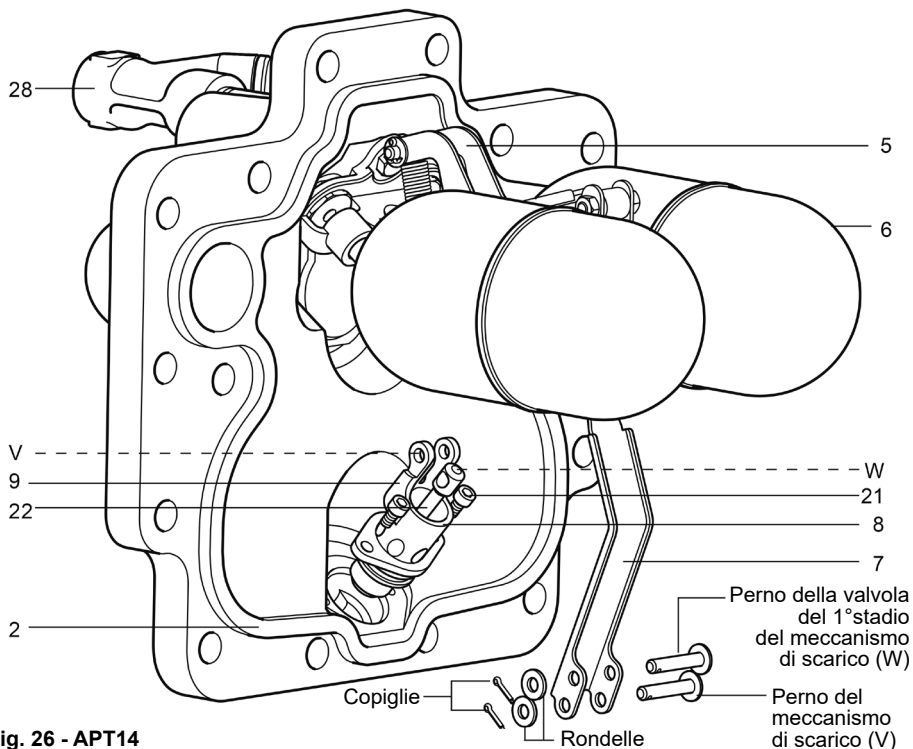

Fig. 26 - APT14
17. Ricollegare le connessioni con le linee di alimentazione (S) e sfiato (E). L'APT14, l'APT14HC o l'APT14SHC può ora essere messo in servizio.
18. Assicurarsi sempre della presenza del filtro Spirax Sarco con l'elemento da 100 mesh sulla linea di alimentazione del fluido motore (particolare 28, Fig. 26).